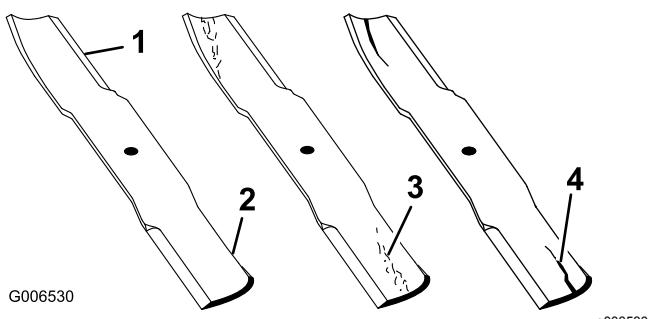

図 32
2. ブレードの切っ先を注意深く観察、特に、直線部と曲線部が交わる部分をよく観察する図 32。この、直線部と曲線部の交差域は、砂などによる磨耗が進みやすい部分なので、機械を使用するまえによく点検することが必要。磨耗が進んでいる場合図 32にはブレードを交換するブレードの取り外しと取り付け(ページ 21)を参照。
ブレードの磨耗を放置すると、ブレードのセール部と平坦部との間に割れ目が発生する図 32。この割れ目が拡大すると、最終的にはブレードがちぎれてハウジングの下から飛び出し、これがオペレータや周囲の人間に重大な人身事故となる。